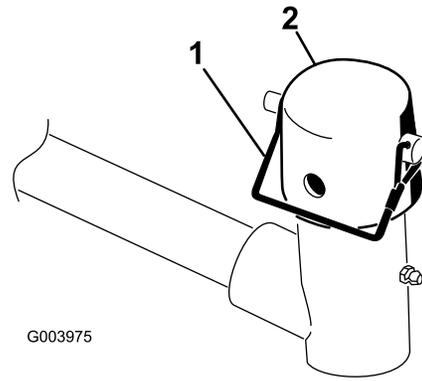

图 4
3. 在每个滚刀组提升臂处拆下将盖子固定到提升臂轴轭的保险销然后拆下盖子图 4。